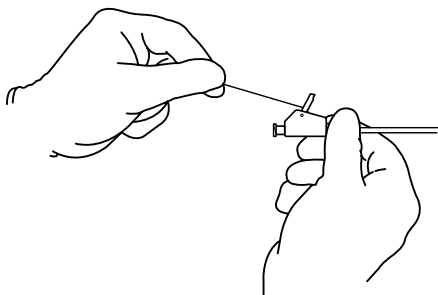

Fig. 1
- a. Stabilizzare il gruppo del connettore Mac-Loc con una mano e tirare il filo di chiusura per formare l'anello distale dello stent. (**Fig. 1**)